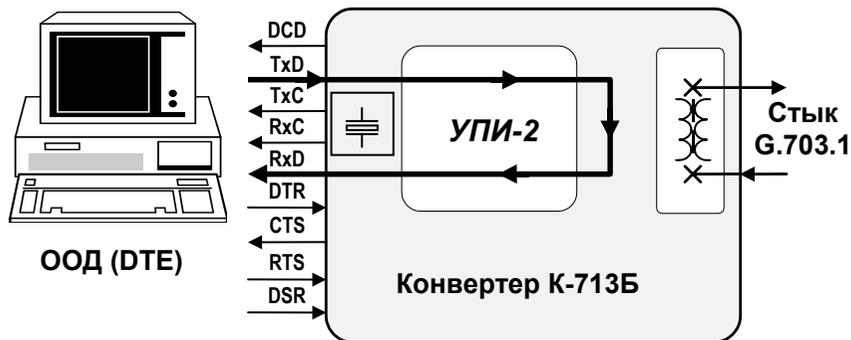

Рис. 8 Проверка в режиме *Местный шлейф (LL)*
Суть проверки в режиме *Местный шлейф (LL)* показана на Рис. 8. Данные, поступающие в конвертер из ООД (DTE) через УПИ-2, проходят через преобразователь конвертера и возвращаются в ООД (DTE) через УПИ-2. Данные от стыка G.703.1 игнорируются, а для получения синхросигналов для цепей *TxC* и *RxC* используется внутренний генератор конвертера. Проверка в этом режиме возможна как при синхронном, так и при асинхронном режимах.